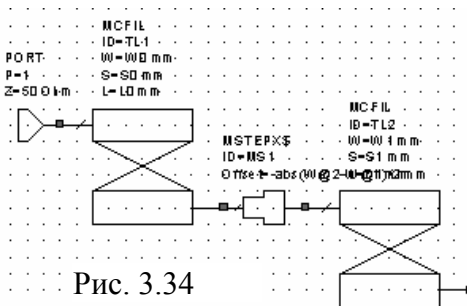

Рис. 3.34
1. Сделайте активным окно схемы, дважды щёлкнув по имени схемы в левом окне проекта. Фрагмент схемы показан на рис. 3.34. Из схемы и сообщения об ошибке (рис. 3.33) видна причина неудачи проведения анализа. Мастер синтеза использует в схеме X-модели скачка ширины полоски, очевидно для повышения точности анализа. Однако эта модель не заполнена. Поскольку схему мы используем в качестве первого приближения для создания в дальнейшем электромагнитной структуры, мы не будем заполнять X-модель, а заменим этот элемент другим.